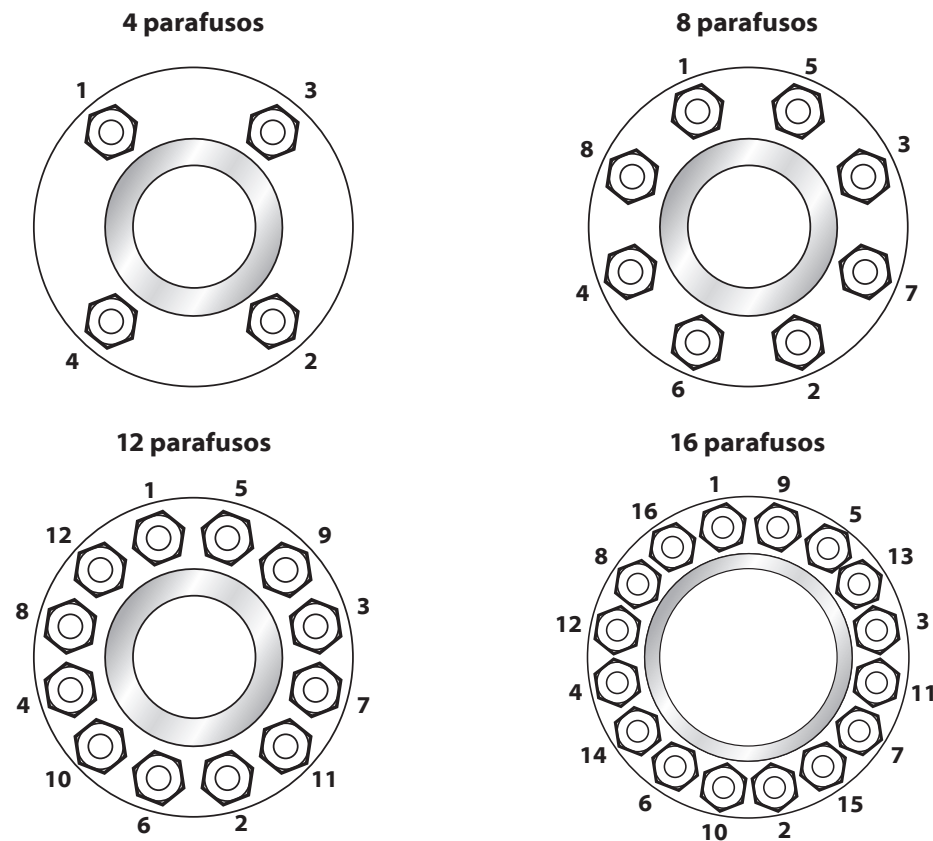

Fig. 5-7 Parafusos da flange de aperto
7. Os parafusos da flange devem ser apertados transversalmente. (→ Fig.5-7)
1. Desaperte os parafusos do anel de aperto (→ Fig. 5-7/4).
3. Remova parafusos (→ Fig. 5-7/3), para remover a chave (→ Fig. 5-7/2).
4. Remova a abraçadeira (→ Fig. 5-7/6) da válvula de borboleta, retirando os parafusos (→ Fig. 5-7/5).
5. Pressione o atuador para fora da válvula com o extrator (→ Fig. 5-7/1). Rode o extrator até o atuador poder ser removido do veio da válvula.